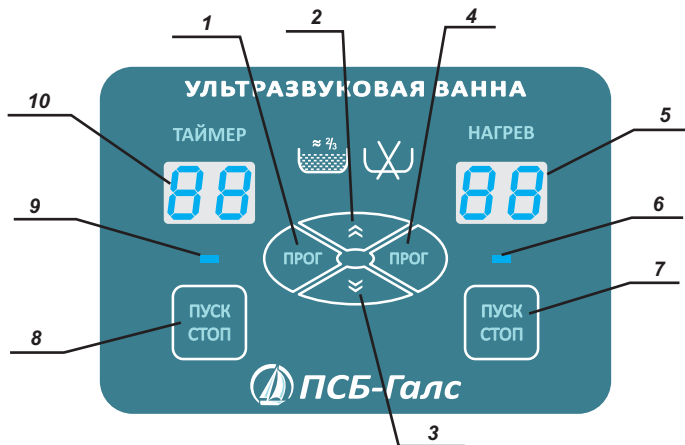

Рисунок 3.
6.10. На цифровой панели управления изделия (рисунок 3) установить параметры:
√ температура моющей жидкости 4 (рисунок 3);
√ время работы изделия 1 (рисунок 3).
Текущие параметры высвечиваются на световом табло 5 и 10 (рисунок 3) под надписями "Нагрев" и "Таймер" соответственно. Изменение параметров производится последовательным нажатием кнопок:
√ 1 или 4 "ПРОГ" (рисунок 3) для включения режима программирования параметров таймера или термостата соответственно;
√ 2 "↗" или 3 "↘" (рисунок 3) для увеличения или уменьшения значения
6.11. Для нагрева моющей жидкости до заданной температуры нажать кнопку "Пуск/Стоп" 7 (рисунок 3), при этом загорится световой индикатор работы нагревателей 6 (рисунок 3). После того, как температура моющего раствора достигнет заданного значения, световой индикатор отключается и температура будет автоматически поддерживаться на заданном уровне.
6.12. Для отключения работы нагревателей, если далее температуру поддерживать не нужно, нажать кнопку "Пуск/Стоп" 7 (рисунок 3), при этом световой индикатор работы нагревателей 6 (рисунок 3) погаснет.
6.14. Включение ультразвукового генератора производится нажатием кнопки "Пуск/Стоп" 8 (рисунок 3), при этом загорится световой индикатор работы ультразвукового генератора 9 (рисунок 3) и будет слышан характерный звук кавитирующей жидкости, что свидетельствует о нормальной работе ИЗДЕЛИЯ.
6.16. Для досрочного отключения ультразвукового генератора необходимо нажать кнопку "Пуск/Стоп" 8 (рисунок 3), при этом световой индикатор работы ультразвукового генератора 9 (рисунок 3) погаснет.